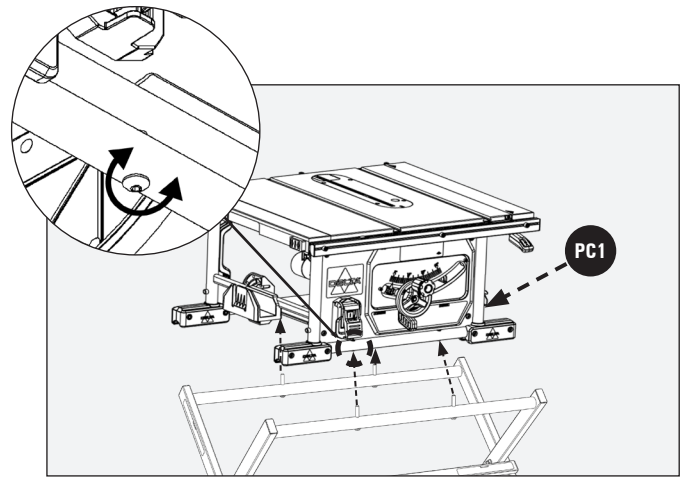

FIGURE 5
1. Placez la scie **PC1** sur le support tout en alignant les trous de fixation dans le support de la scie avec les trous filetés de la base de la scie Figure 5.
2. Serrez les (4) vis à tête cylindrique hexagonale M8 x 55mm **HP6** pour fixer le support à la scie, avec fournie Combinaison clé Allen 4mm **HP9**.